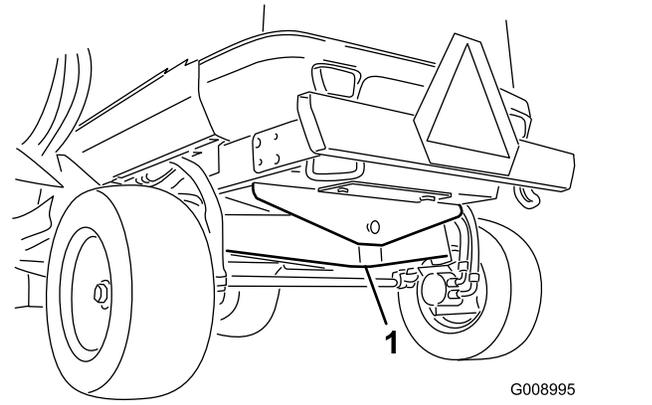

Figure 73
1. Point de levage avant (2)
**Arrière de la machine** – au centre du pont (Figure 73).